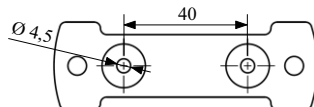

Рисунок 1
- а) закрепить на потолке или стене планку крепежную (рисунок 1), входящую в комплектность, при помощи двух шурупов. Рекомендуется применять шурупы 4×30 ;